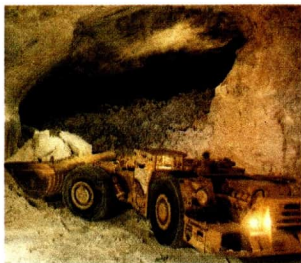

Abb. 90 Abbau von Kalisalzen unter Tage
**Abbau von Salzen.** Im Bergbau werden Rohsalze gewonnen (Abb. 90). Ihre unterschiedliche Löslichkeit in Wasser wird ausgenutzt, um zum Beispiel das wertvolle Kaliumchlorid von anderen Bestandteilen zu trennen.